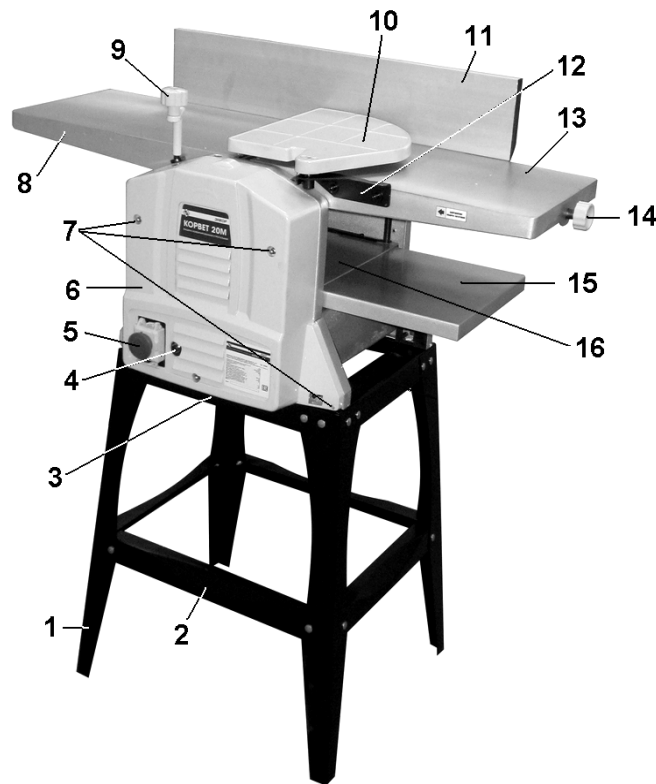
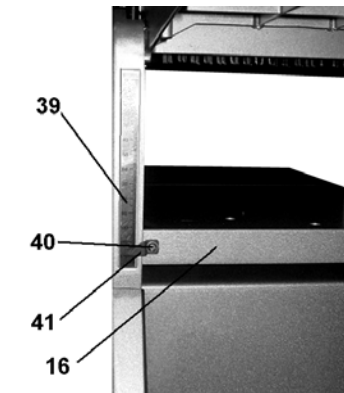

Рис. 2
Рис. 12
#### 9.1. Установка машины (Рис. 2)
9.2.1. Как показано на Рис.2; 5, установите и закрепите направляющую планку (11).
9.2.4. При оборудовании машины для выполнения строгания установите защитную планку (10) в держатель (12). Проверьте правильность работы защитной планки (10), т.е. пружинный механизм защитной планки должен закрывать часть строгального вала, не принимающего участия в обработке заготовки, Рис.2.
**Внимание:** Машина оборудована концевым выключателем. Двигатель строгальной машины включится только при установленном и закреплённом пылесборнике (30).
**Внимание:** Ручка (9) не закрепляется, поэтому устанавливается на момент непосредственной регулировки высоты рабочего стола (16). Выполнение любых операций на машине производится со снятой ручкой (9), Рис. 2, 7.
11.5. Скорость подачи заготовки обеспечивается ручным усилием оператора. При этом учитывайте ширину и глубину строгания, степень влажности, плотности и однородности древесины. Прижимая заготовку к столу подачи (13), подавайте её вперед, навстречу направлению вращения строгального вала, Рис.2, 13. Подавайте заготовку с равномерной скоростью. Любая остановка заготовки образует неровность или ступень на обрабатываемой поверхности заготовки. В целях собственной безопасности защитная планка (10) должна закрывать часть строгального вала (ножей), не используемого при строгании.
11.6. Переоборудуйте машину для выполнения строгания в размер по высоте (рейсмус) (см. пункт 9.2.). Ручкой (9), Рис.2, по шкале (39) установите рабочий стол (16), Рис.12, в положение, соответствующее максимально толстому участку заготовки, после чего установите глубину строгания.
11.7. Заготовку подавайте обработанной (строганной) стороной вниз по поверхности рабочего стола (16) (со стороны приёмного стола (8)) до момента захвата заготовки протяжными роликами (автоматическая подача); по необходимости поддерживайте заготовку, не форсируя и не замедляя скорость прохождения заготовки, Рис.2.
12.1. Отсоедините вилку шнура питания машины от розетки электросети. Демонтируйте направляющую планку (11) и защитную планку (10), Рис.2, снимите патрубок пылесборника (30), Рис.7.
12.2. Ослабьте винты (45) крепления прижимной пластины (44) вращением ключа по часовой стрелке. Аккуратно извлеките прижимную пластину (44) вместе с ножом (43) из гнезда строгального вала (42). Очистите прижимные пластины, гнезда прижимных пластин и строгальные ножи от опилок и пыли. Осмотрите строгальные ножи, прижимные пластины и винты. При наличии повреждений детали следует заменить.
Предварительно установите ножи (43) в самом нижнем положении. Ножи (43) и прижимные пластины (44) аккуратно установите в пазы строгального вала (42), вращая винты (45) крепления прижимной пластины против часовой стрелки, Рис.12.